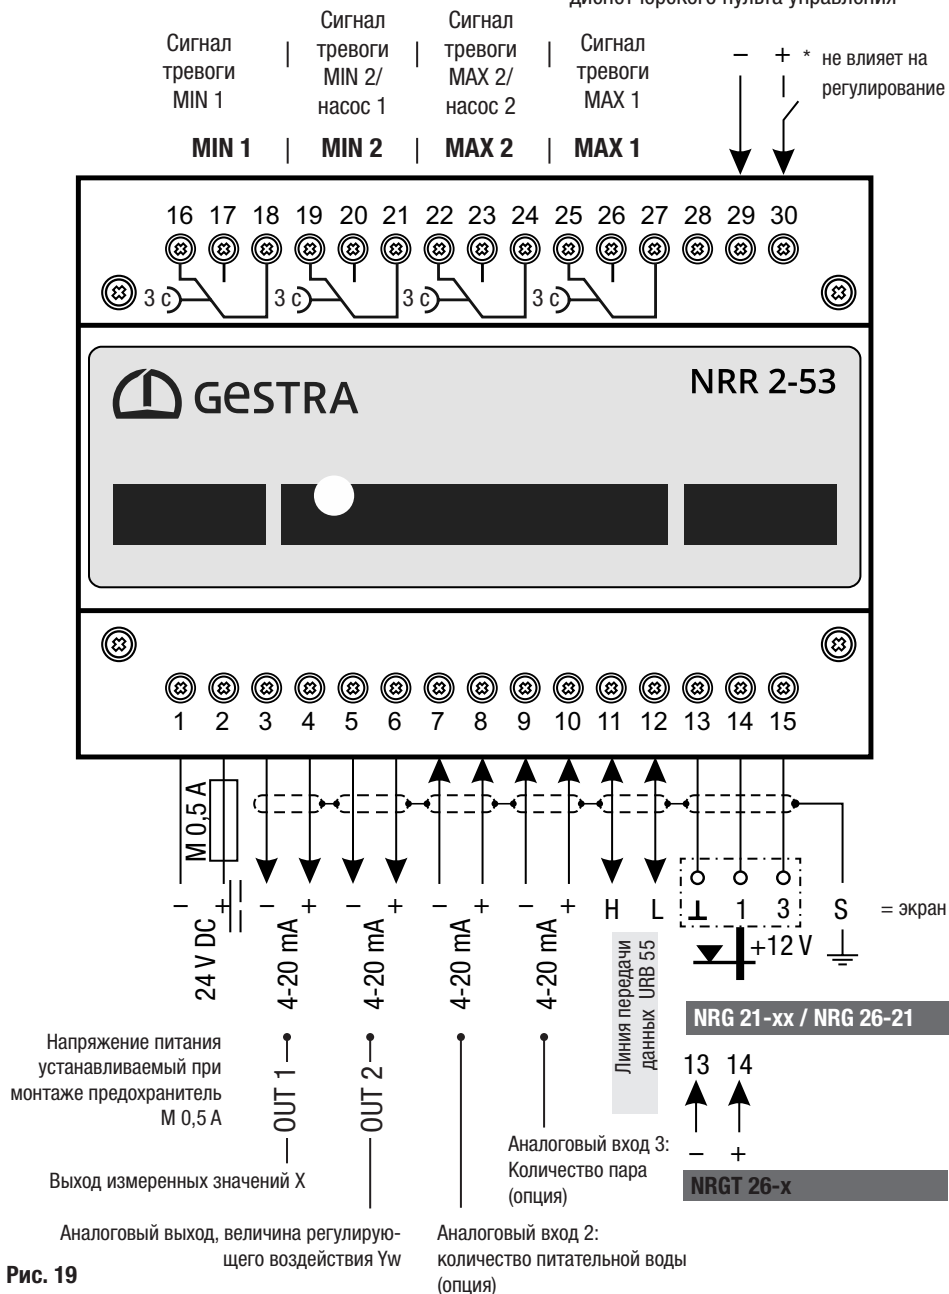

Рис. 19
- Подсоедините регулятор уровня и все соответствующие компоненты согласно схемам подключения **Рис. 18** / **Рис. 19** в данной инструкции.
- Подсоедините выходы согласно схемам подключений **Рис. 18 / Рис. 19**.
Для подсоединения устройств в комплекте поставки имеется предварительно подготовленный кабель управления с разъемом, распределение контактов клеммной колодки согласно схеме подключений **Рис. 18, Рис. 19.**
- Выполните подключения к клеммной панели согласно схеме подключений, **Рис. 18, Рис. 19.**